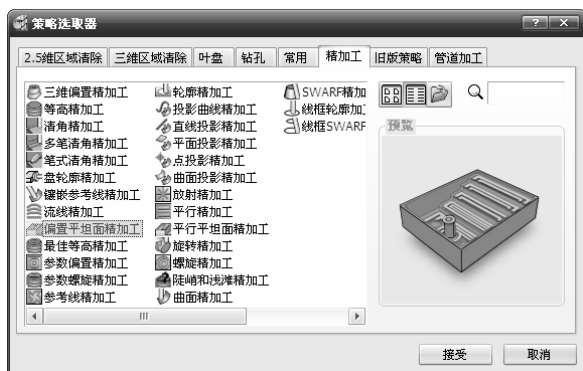

图 5-135 “策略选取器”对话框
1) 单击主工具栏上的“刀具路径策略”按钮, 弹出“策略选取器”对话框, 单击“精加工”选项卡, 在弹出的精加工策略选项中选择“偏置平坦面精加工”加工策略, 如图 5-135 所示。单击“接受”按钮完成。